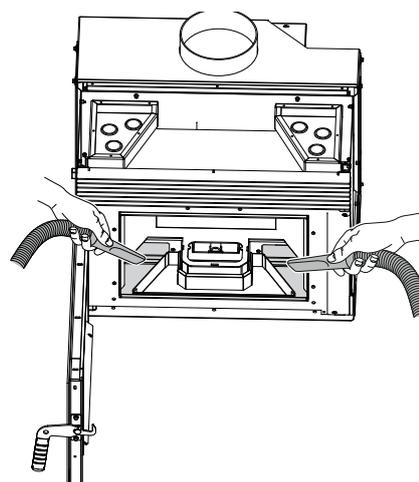

Abb. 7.19
- F) Den Ascherückstand absaugen (Abb. 7.19),